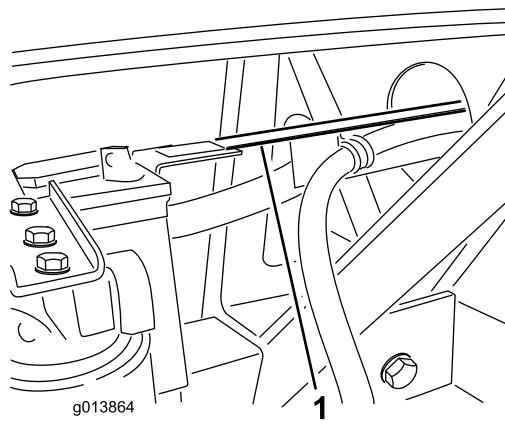

図 10
34. ホースガイドが、バッテリートレイの垂直の足から出ているタブの上に載るようにする図 10。もしホースガイドの中のホースがバッテリートレイのタブの穴に合わない場合には、ホースガイドの長さを調整してみるホースガイドを油圧タンクのブラケットに固定しているボルトをゆるめて、ホースガイドを前後に移動させる。
35. ホースガイドをバッテリートレイのタブに取り付けるボルト $\frac{1}{4}$ " x $\frac{3}{4}$ " 2本、フランジロックナットを使用する図 10。